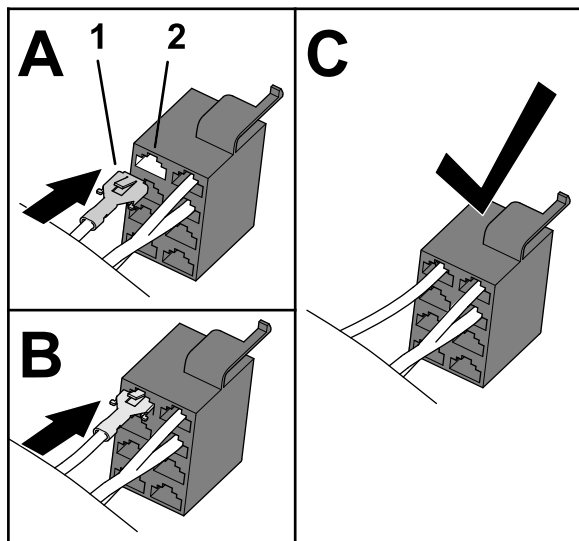

Figura 30
4. Inserte el terminal en el zócalo 1 del conector hembra de 8 vías del interruptor de los faros, según se muestra en Figura 30.